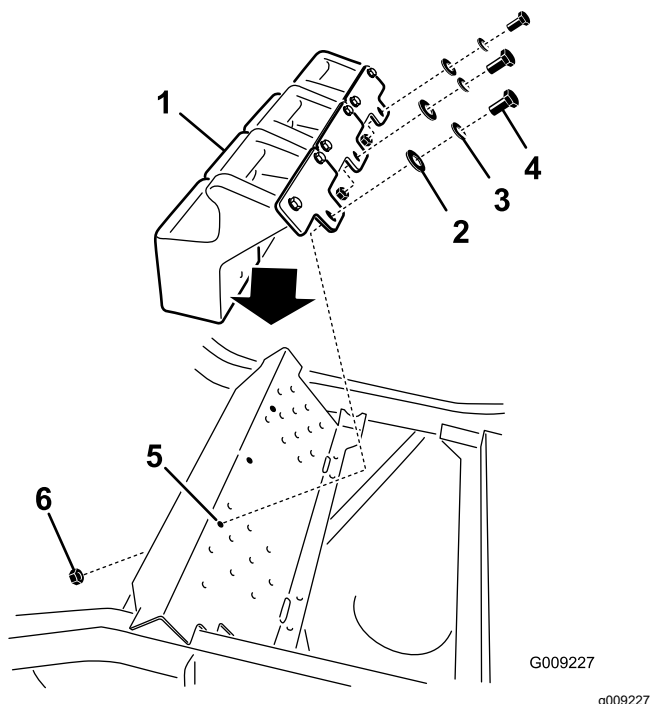

Bild 35
5. Montieren Sie den Frontballast auf der Fußplattform (Bild 35).
Flachscheiben ($\frac{3}{8}$ ") auf der Fußstütze und an der Befestigungshalterung für den Ballast, wie in Bild 35 abgebildet.